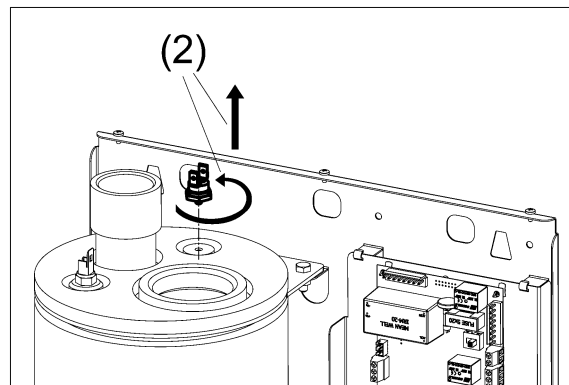

Рисунок 12. Замена аварийного самовозвратного термовыключателя
- (1) Отсоедините штекер от датчика.
- (2) Выверните датчик (см. рис. 12) из теплообменника.
- (3) Вверните новый датчик в теплообменник, при уплотнении резьбы используйте специальный резьбовой герметик.
- (4) Подсоедините штекер.
- (5) Проверьте герметичность установки датчика.
- (6) Проверьте надёжность контактов электрического подсоединения.